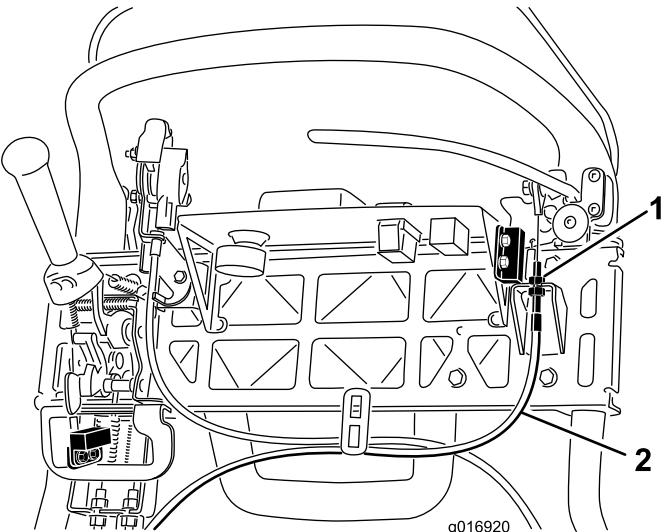

Рисунок 40
- Чтобы увеличить натяжение троса, ослабьте верхнюю зажимную гайку троса и затяните нижнюю зажимную гайку троса (Рисунок 40) так, чтобы для отключения защелки стояночного тормоза понадобилось усилие в 156 Н, приложенное к рукоятке рычага тормоза.